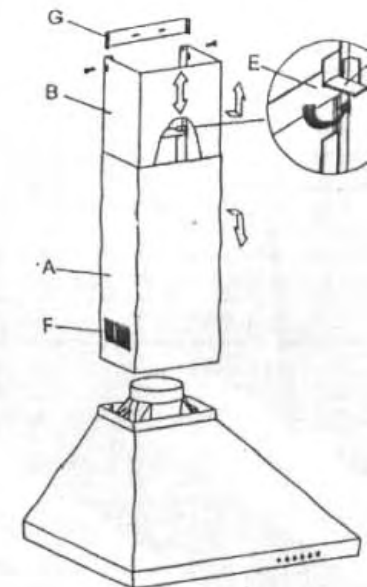
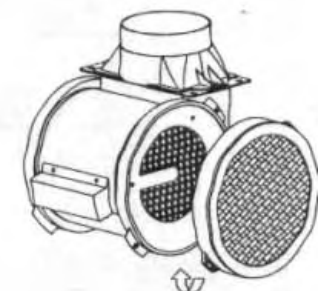

Fig.2
Fig.4
In dit geval wordt de luchtcirculatie via opening F (Afb. 2) gerealiseerd. Om de afzuigkap als luchtverversingsapparaat te laten functioneren is het gebruik van twee koolstoffilters onontbeerlijk, die als accessoire afzonderlijk besteld dienen te worden. Voor een goede werking dienen deze koolstoffilters regelmatig, minimaal om de drie maanden, vervangen te worden (afhankelijk van de mate waarin de afzuigkap gebruikt wordt). (Afb. 4).
- Op de muur de plaats van de steun E (Afb. 2) aftekenen, volgens de maten en specificaties van het bijgevoegde sjabloon.
- Plaats het buis A met het telescoopdeel B erin; zorg ervoor, dat de rand D op de juiste positie in de houder E is. (afb. 2).